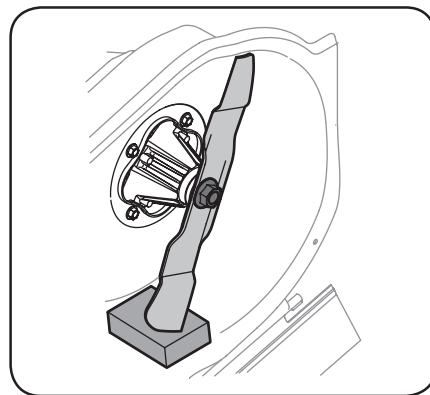

Figura 4-8
- Extraiga las tuercas de brida hexagonales (a) que sujetan las cuchillas al conjunto del husillo. Vea la Figura 4-8.